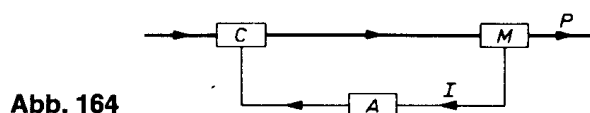

Abb. 164
In allen Kontrollsystemen oder, wie man auch sagt, „Meß- und Regelkreisen“ wird die Information des Resultates eines Prozesses zu dem Punkt zurückgeführt, an dem das Resultat beeinflußt werden kann. Automatische Kontrollen von Prozessen finden deshalb immer in einem in sich geschlossenen Regelkreis statt, wo ein Strom von Informationen und ein Strom von Ergebnissen so gekoppelt werden, daß das Ende eines Prozesses seinen Anfang durch eine Meßvorrichtung (M), einen Verstärker (A) und eine Kontrolleinheit (C) beeinflussen kann (Abb. 164).